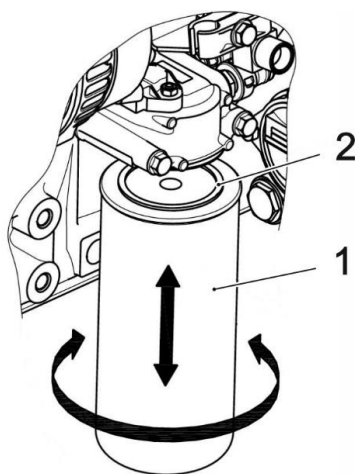

**Рис. 4.2.3 Замена фильтра тонкой очистки дизельного топлива**
2. Отвернуть сменный фильтр для топлива 1 (рис. 4.2.3) с помощью приспособления для демонтажа фильтрующих элементов.